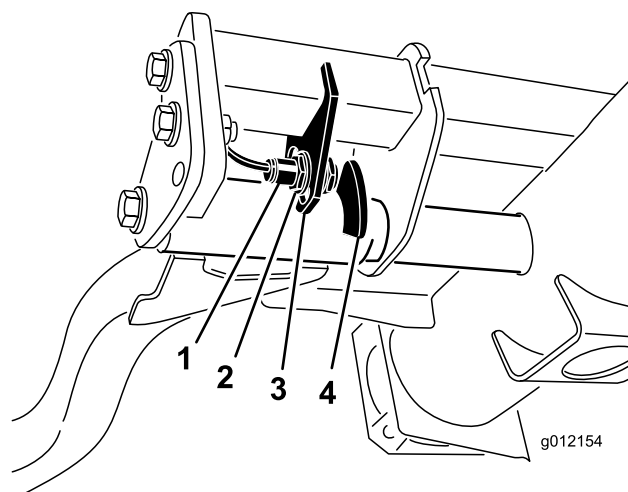

Figura 55
2. L'interruttore del braccio di sollevamento è situato sotto il serbatoio idraulico, dietro il braccio di sollevamento anteriore destro (Figura 55).
3. Allentate le viti di attacco dell'interruttore e abbassate l'interruttore per aumentare l'altezza d'inversione del braccio di sollevamento o alzate l'interruttore per ridurla (Figura 55).